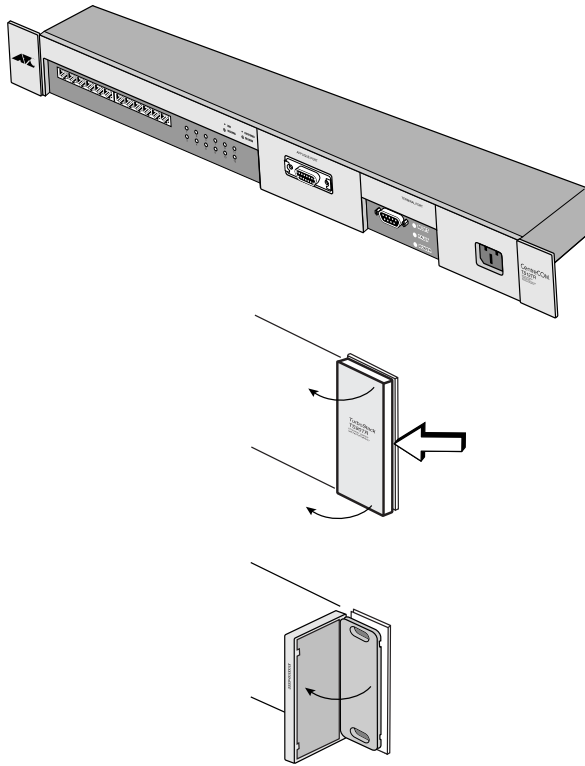

図 2.4 ブラケットカバーの開け方
本体前面左右にあるブラケット(耳)を使用して、一般的な19インチラックに取り付ける方法について解説します(取り付け方法については、次ページの図2.4、2.5をご覧ください)。
1. 左右のブラケット部分のプラスチックカバーを開けます(図2.4を参照)。